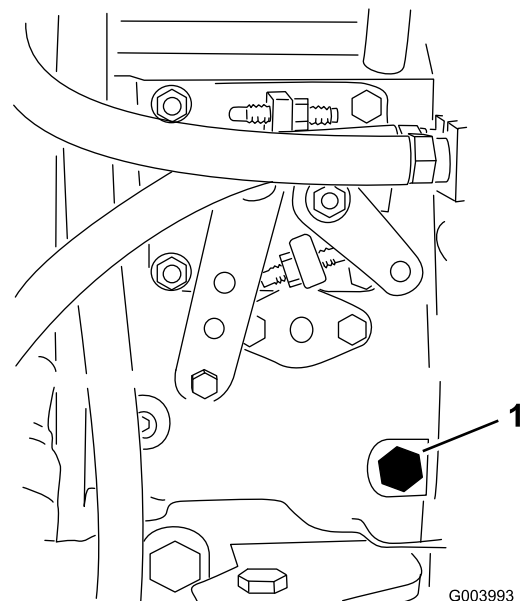

Bild 22
3. Öffnen Sie die Entlüftungsschraube an der Kraftstoffeinspritzpumpe (Bild 22) mit einem 12 mm Schraubenschlüssel.